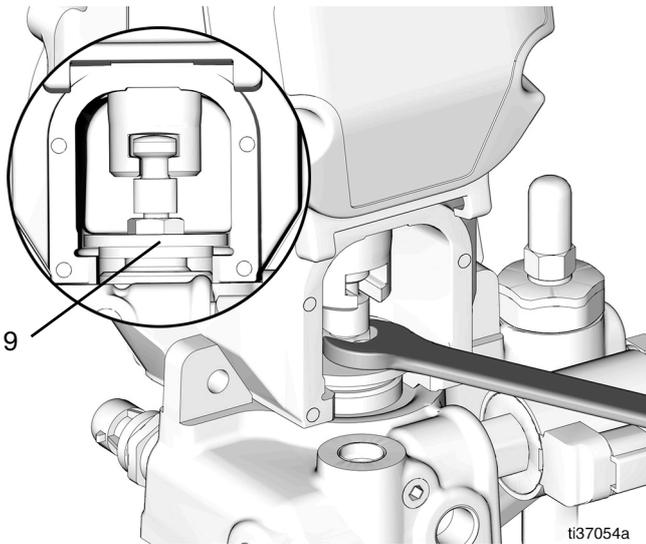

FIG. 69
29. Serrer l'écrou de retenue (9) avec une clé (couple 30 pi.-lb/40,1 N•m) pour fixer (FIG. 69).